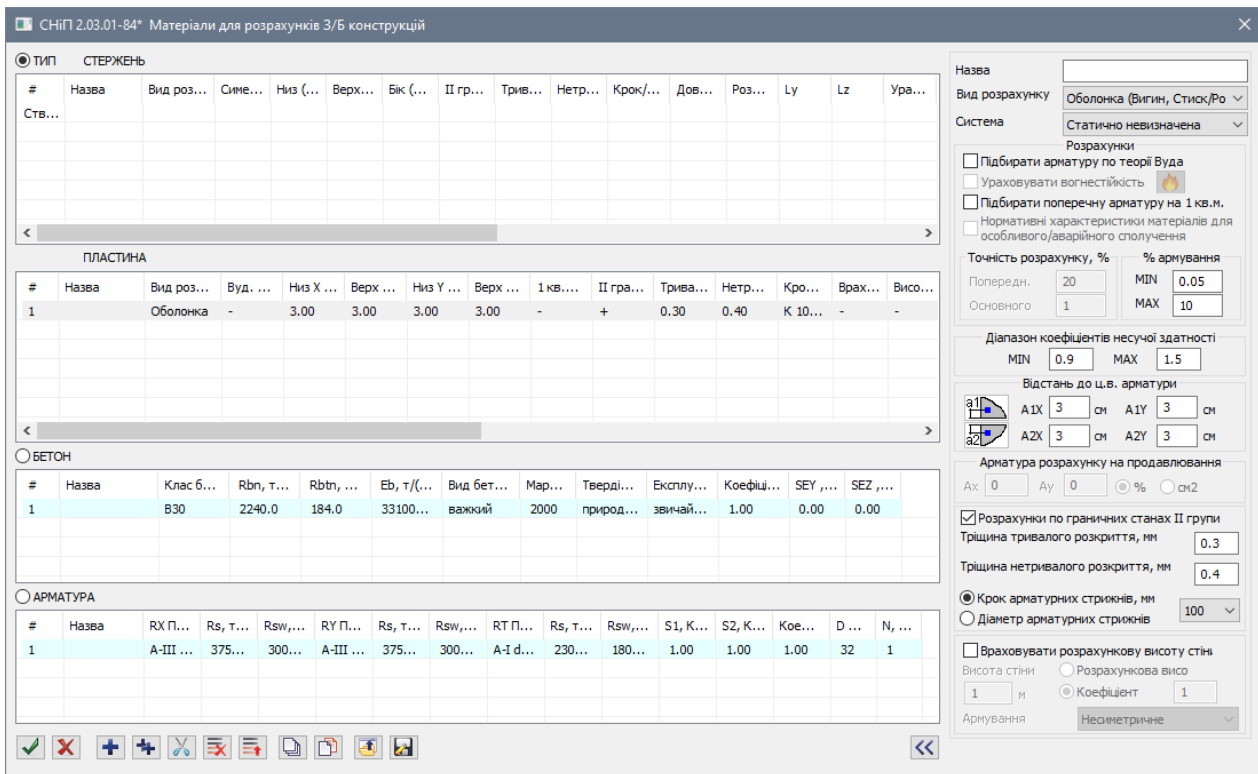

Рис. 6.10. Діалогове вікно Матеріали для розрахунків 3/Б конструкцій
- На екран виводиться діалогове вікно **Матеріали для розрахунків З/Б конструкцій** (рис. 6.10), в якому виберіть перший рядок в списку **ТИП: ПЛАСТИНА** і після цього в правій частині вікна задайте наступні параметри для пластинчатих елементів: